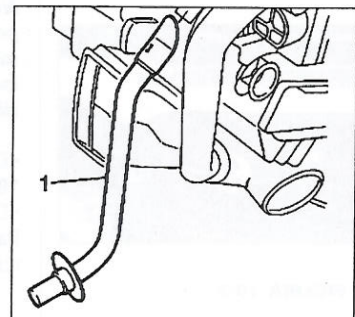

FIGURA 10-18
- Desmontar el tubo de evacuación (1) de la condensación (figura 10-18).